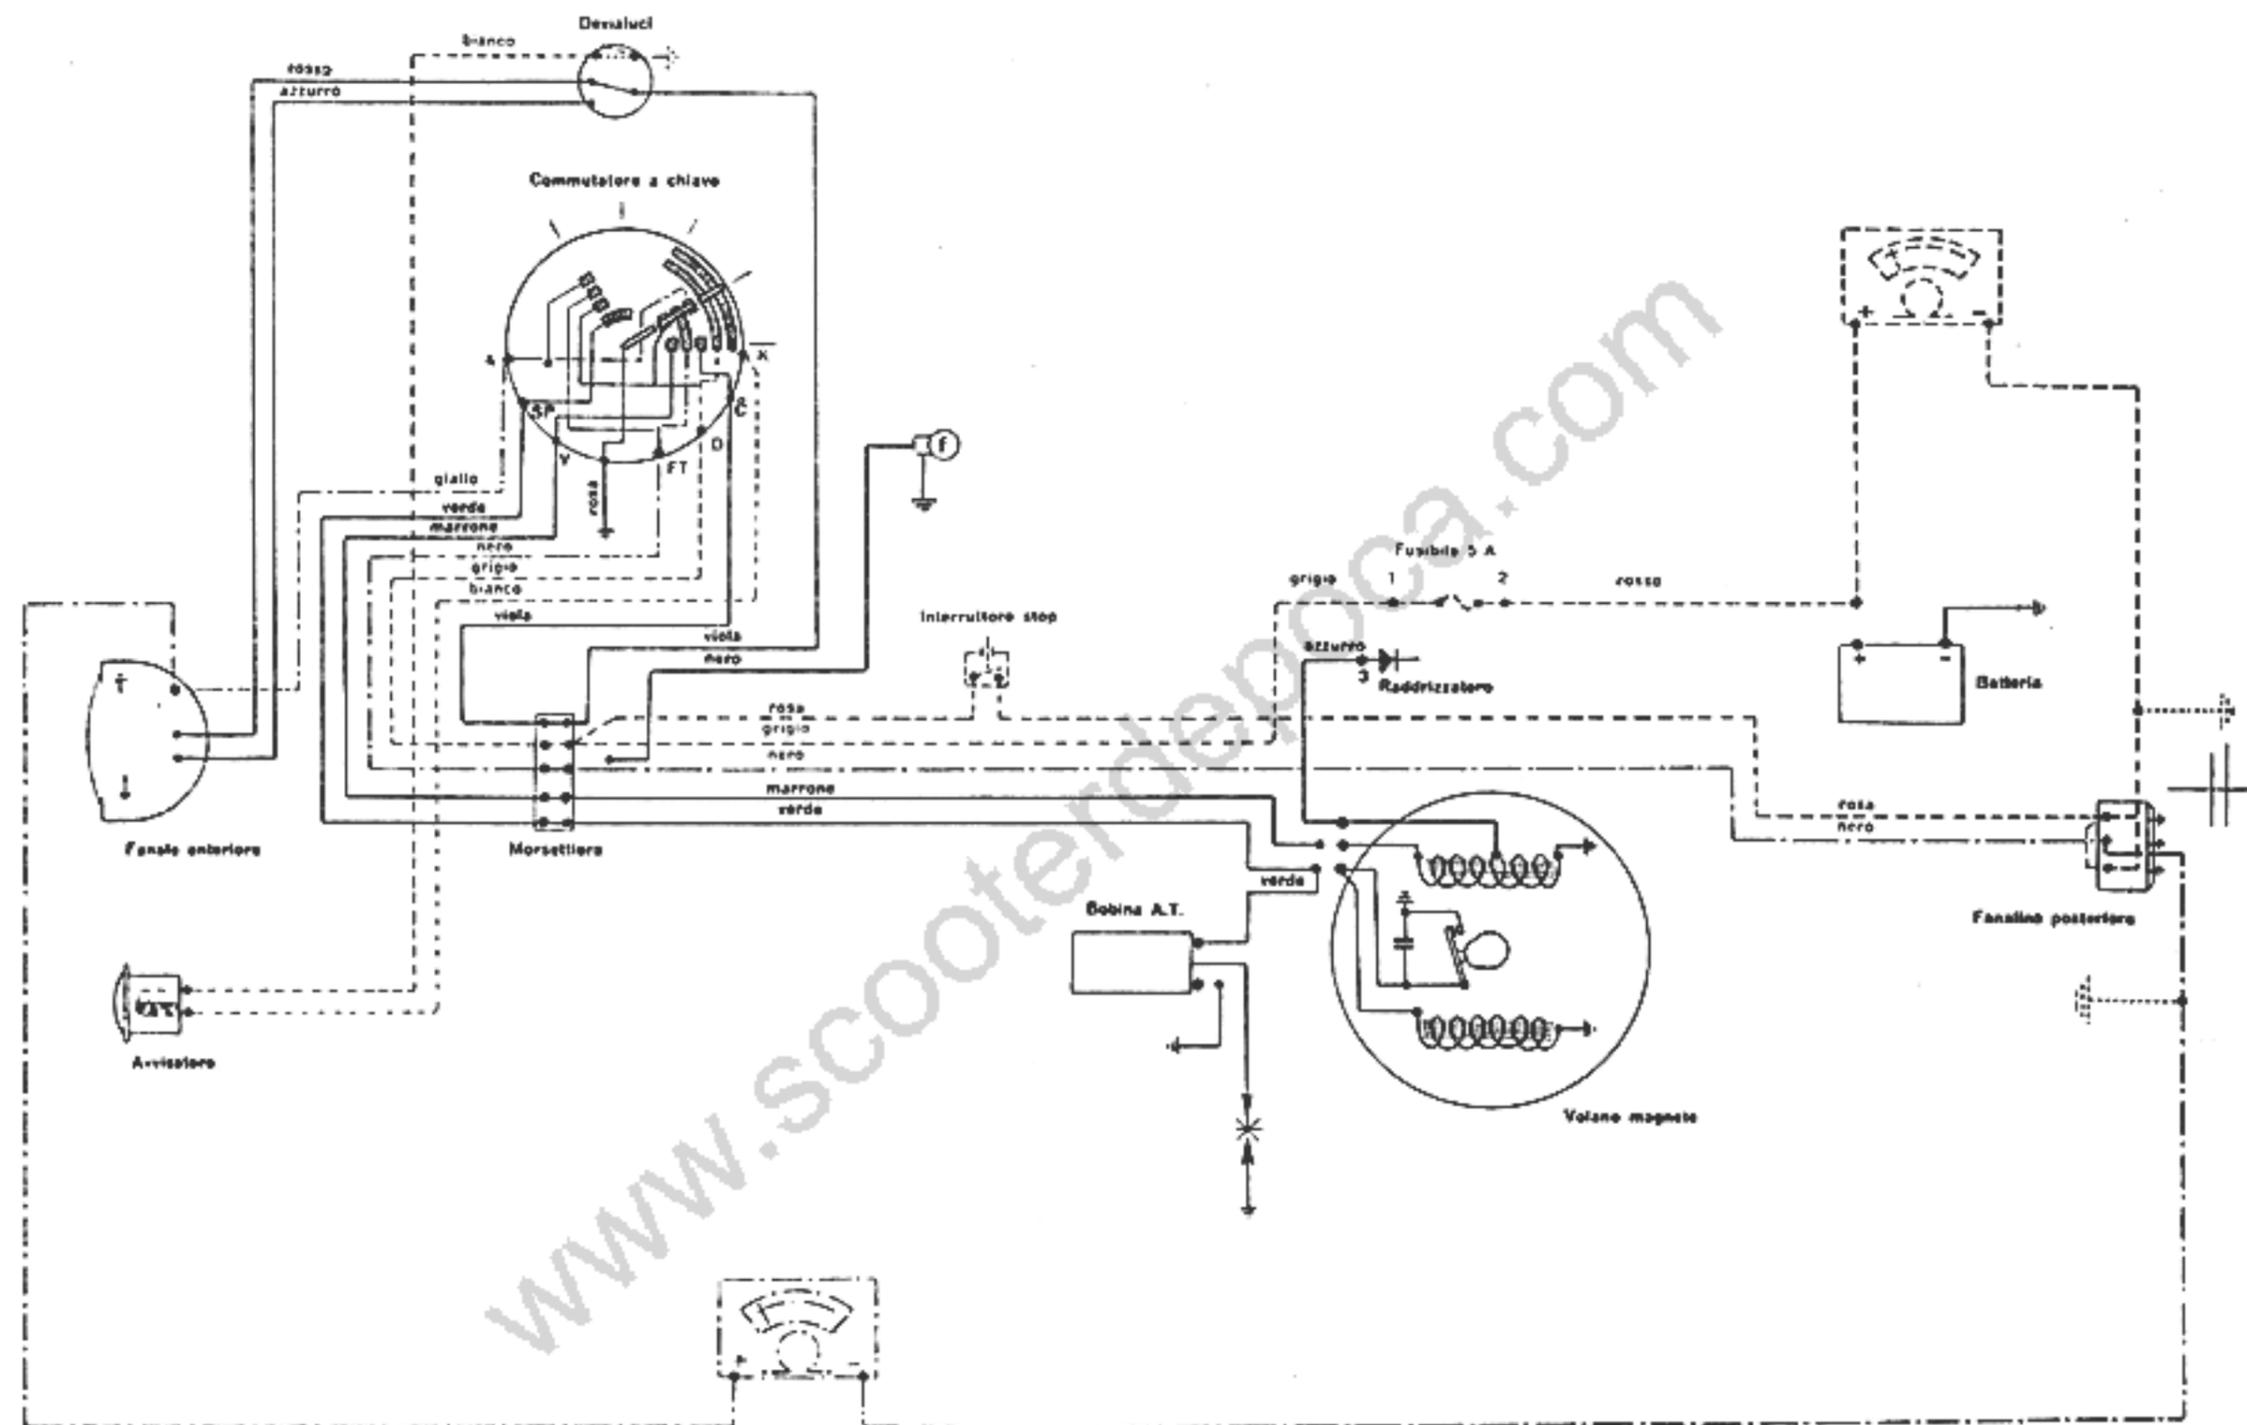

Fig. 44
1) **Circuiti batteria, luci stop e avviatore acustico.** Vedi fig. 44.
2) **Circuiti luce di città e fanalino posteriore.** Vedi fig. 44. Posizione del commutatore: luci di città (quarta da sinistra).